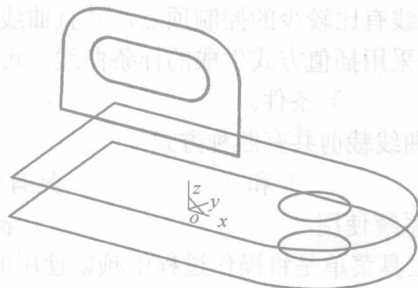

图 2-8 轴测显示结果
(11) 单击 F8 键，以轴测方式显示图形，如图 2-8 所示。